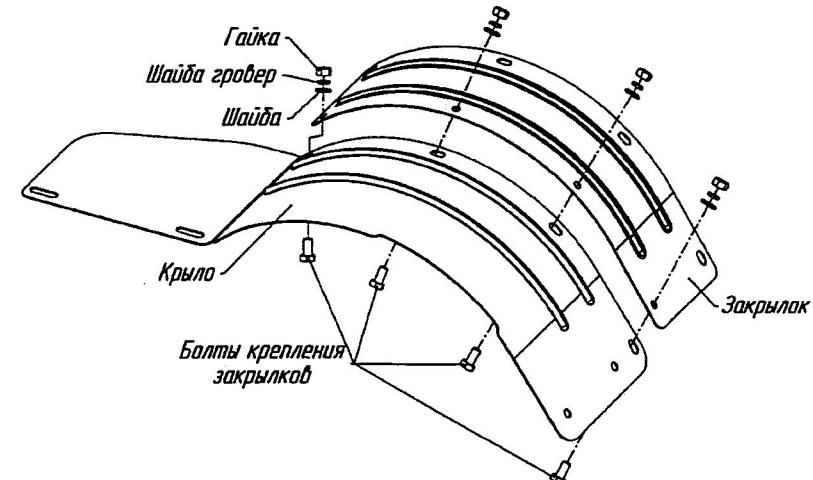

Рис.12 Схема крепления закрылков
22. При фрезеровании защитные устройства, закрылки и щитки должны быть установлены на соответствующие места и надежно закреплены с помощью исправного стандартного инструмента (рис.12).
12. При работе с фрезами-культиваторами необходимо установить закрылки (рис.12).